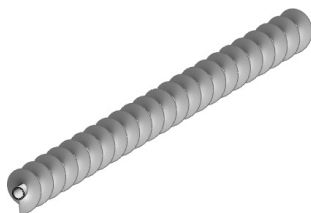

图 4-8 扫描出叶片曲面
STEP 5 单击“曲面”工具条中的“扫描曲面”按钮，选择 **STEP 4** 中创建的直线为扫描“轮廓”，选择 **STEP 3** 中创建的螺旋线为“扫描”路径，扫描出绞龙的叶片曲面，如图 4-8 所示。